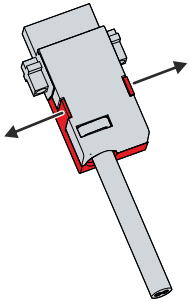

Fig. 22: Démontage du boîtier de décharge de traction
1. Avec les doigts, pliez légèrement vers l'extérieur les ergots de verrouillage de la partie inférieure (voir Fig. 22).